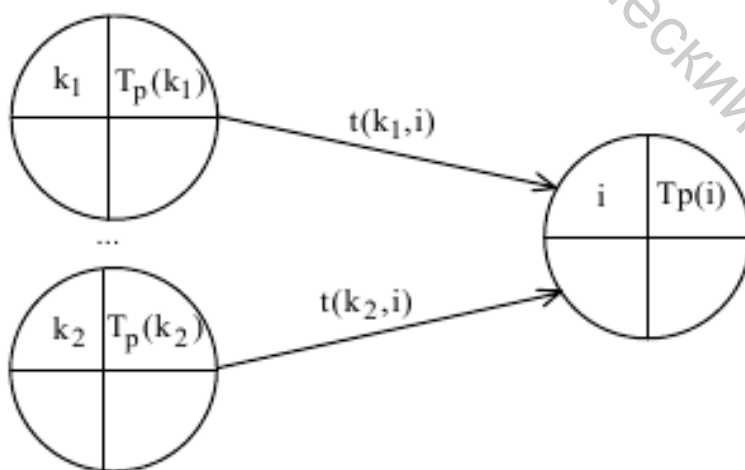

Рисунок 11 – Фрагмент сетевого графика
2) для всех остальных событий  $i$ :  $T_p(i) = \max_{\forall(k,i)} [T_p(k) + t(k,i)]$  где максимум берется по всем работам  $(k,i)$ , входящим в событие  $i$ ;  $t(k,i)$  — длительность работы  $(k,i)$  (рисунок 11).